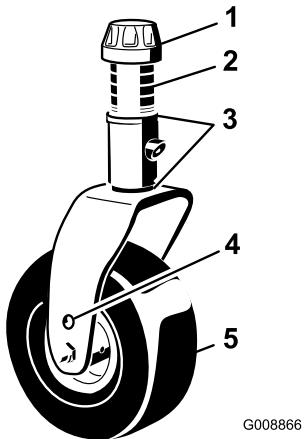

Figura 107
1. Togliete il cappuccio di tensione dall'asse del perno ed estraete il perno dal braccio della ruota orientabile (Figura 107).